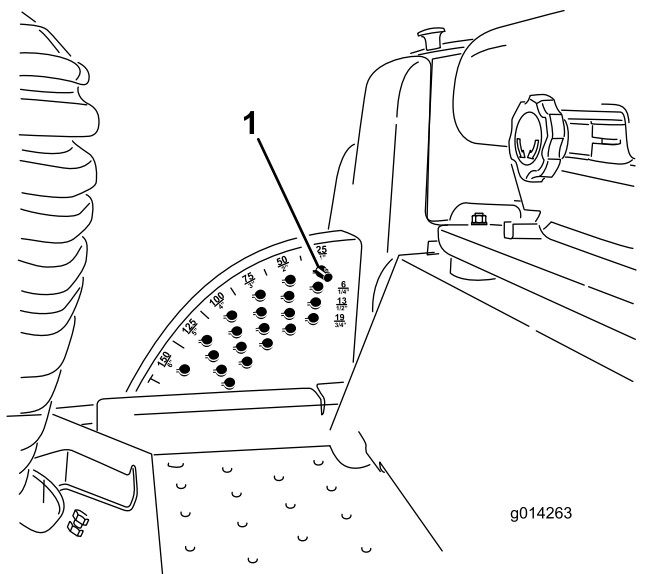

图6
1. 在发动机运行的同时向后推剪草机提升开关直至剪草机完全升起然后**松开开关**图6。
2. 要进行调节请旋转限位销直至销上的小块与剪草高度支架孔内的槽在一条线上然后取下限位销图6。
3. 选择剪草高度支架对应所需剪草高度的孔插入限位销将其向下旋转并锁定到位图6。
**注意** 共有四排孔的位置图6。最上面的一排是高于限位销的列明剪草高度。其下第二排的剪草高度为列明剪草高度加 6mm。其下第三排的剪草高度为列明剪草高度加 12mm。最下面一排的剪草高度为列明剪草高度加 18mm。15.8cm 位置仅有一个孔位于第二排。此孔不需添加 6mm 即可到达 15.8cm 的位置。